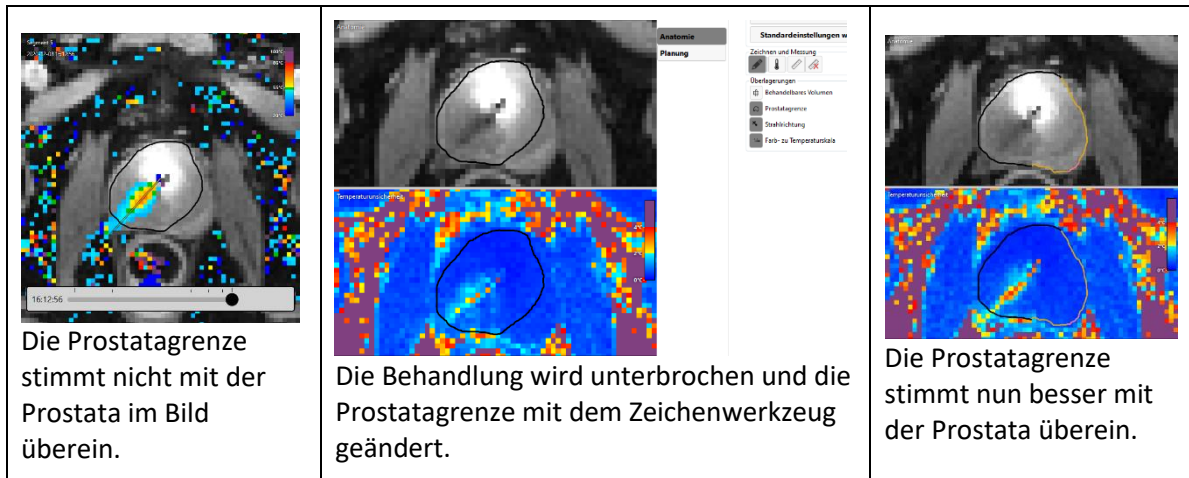

Abbildung 61: Bearbeiten der Prostatagrenze
3. Klicken Sie auf das Zeichenwerkzeug. In der TDC wird ein neues Feld mit der Kontur der Prostatagrenze und der Temperaturunsicherheit für die ausgewählte Schicht angezeigt (*Abbildung 61*).